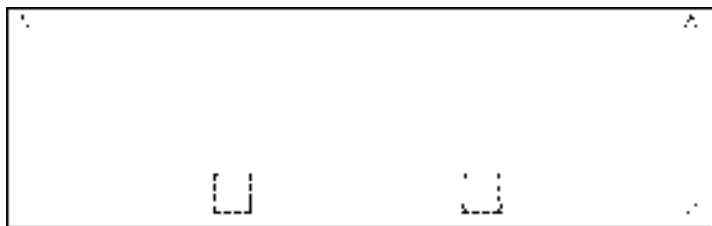

图 15-107 偏移矩形
4) 调用“偏移”命令, 设置偏移距离为 60mm 和 240mm, 选择矩形向内偏移, 并将偏移得到的矩形的线型更改为虚线, 如图 15-107 所示。